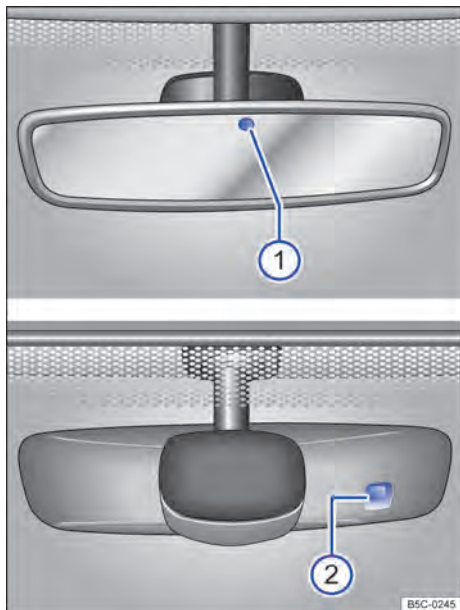

Fig. 70 No para-brisa: espelho retrovisor interno com antiofuscante automático.
As possíveis causas de avarias e interpretações errôneas na área da superfície sensível → Fig. 70 do sensor de chuva são, entre outras:
Quando a ignição é ligada, os sensores medem a incidência de luz. Existem 2 sensores no espelho retrovisor interno, um que mede a incidência de luz pela *frente* → Fig. 70 ① e outro que mede a incidência de luz por *trás* ②. Em função dos valores medidos, o espelho retrovisor interno é escurecido automaticamente.